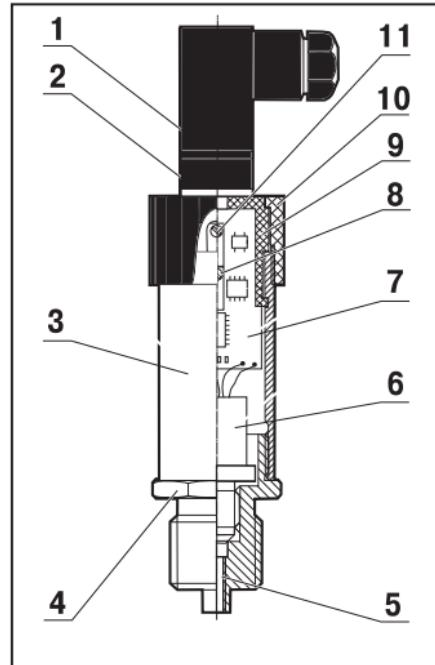

Рис. 1
3.1. Конструкция преобразователя представлена на рис. 1. Преобразователь выполнен в цилиндрическом корпусе 3, в нижней части которого расположен штуцер 4, предназначенный для присоединения клинки измеряемого давления, с резьбой, выполненной в соответствии с Приложением А, и выступом под ключ «27». В верхней части корпуса расположена «обойма» 9, которая крепится в корпусе с помощью специальных защелок, позволяющих ей вращаться вокруг своей оси (относительно корпуса 3). Для фиксации положения обоймы относительно корпуса служит крышка 10, которая навинчивается на наружную резьбу верхней части корпуса 3. На обойме установлена приборная часть 2 электрического соединителя типа DIN 43650С. В кабельной части 1 соединителя производится подсоединение проводов внешних электрических цепей с помощью винтовых зажимов (клещем) без применения пайки.
6.7. Подключение проводов линии связи к кабельной части соединителя (поз. 1 на рис. 1) преобразователя производится в следующей последовательности: